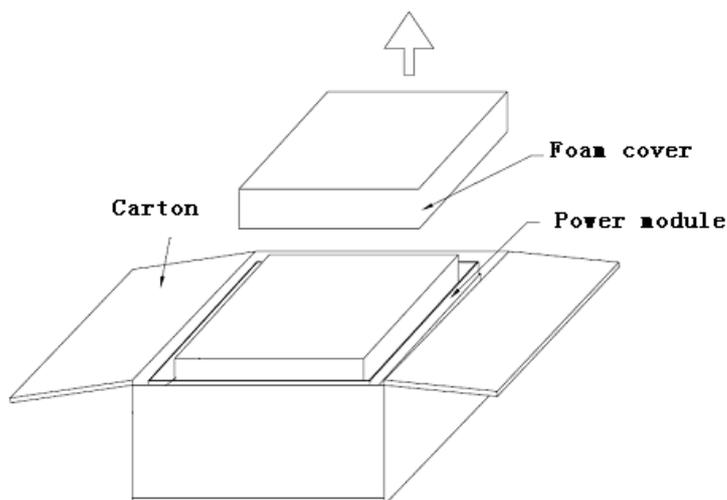

Fig.3-7 Rimuovere la copertura protettiva
3. Rimuovere la copertura protettiva (vedi- fig. 3-7).